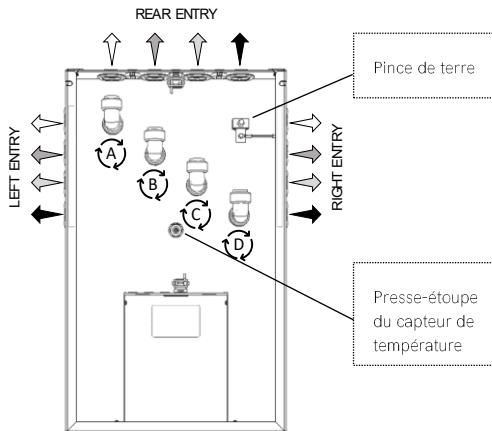

Figure 7 - Ports Thermino xPlus
Le dimensionnement de la tuyauterie doit tenir compte de la pression d'alimentation en eau du réseau, des débits nominaux, des dimensions de la batterie thermique et de la perte de pression détaillés dans Figure 6 et Figure 7.
- Pivoter les coudes sur le côté choisi pour raccorder le système hydraulique (gauche, droit ou arrière) (Figure 7).
retour de la source de chaleur externe depuis la batterie thermique au port C (Figure 7, côté gauche).